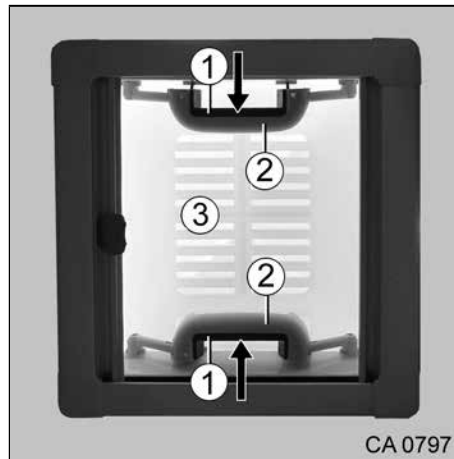

Fig. 49 Lanterneau au niveau du cabinet de toilettes
1. Comprimer la partie mobile de la poignée (Fig. 49, pos. 1) et la partie fixe de la poignée (Fig. 49, pos. 2).
2. Pousser simultanément la poignée vers le haut pour amener le lanterneau (Fig. 49, pos. 3) sur la position d'ouverture souhaitée.
2. Tirer simultanément la poignée vers le bas pour fermer le lanterneau (Fig. 49, pos. 3).